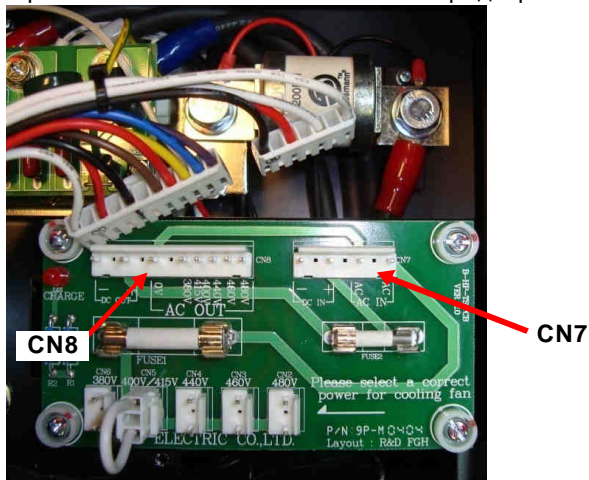

Рис. 6.5. Демонтаж платы предохранителей.
6.5.2. Отвернуть четыре винта и снять плату предохранителей (рис.6.5).